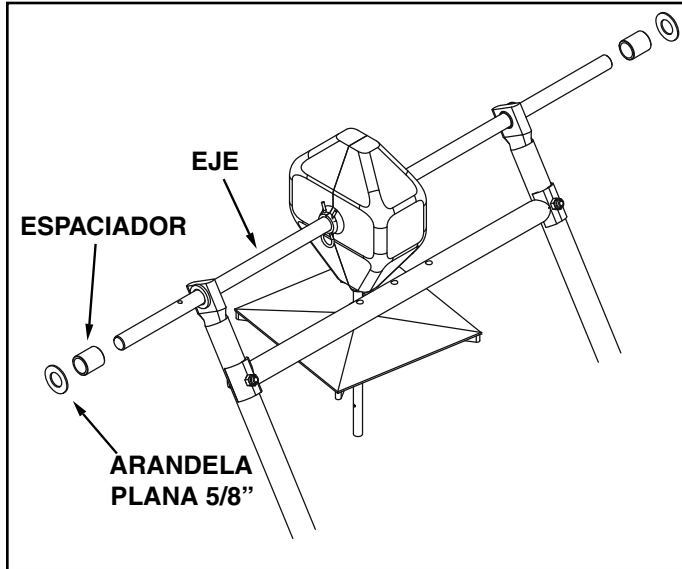

FIGURA 1
2. Con el esparcidor apoyado cabeza abajo sobre la parte superior de la tolva, ensamble un espaciador y después coloque una arandela plana de 5/8 pulg. en cada extremo del eje. Véase la Figura 1.